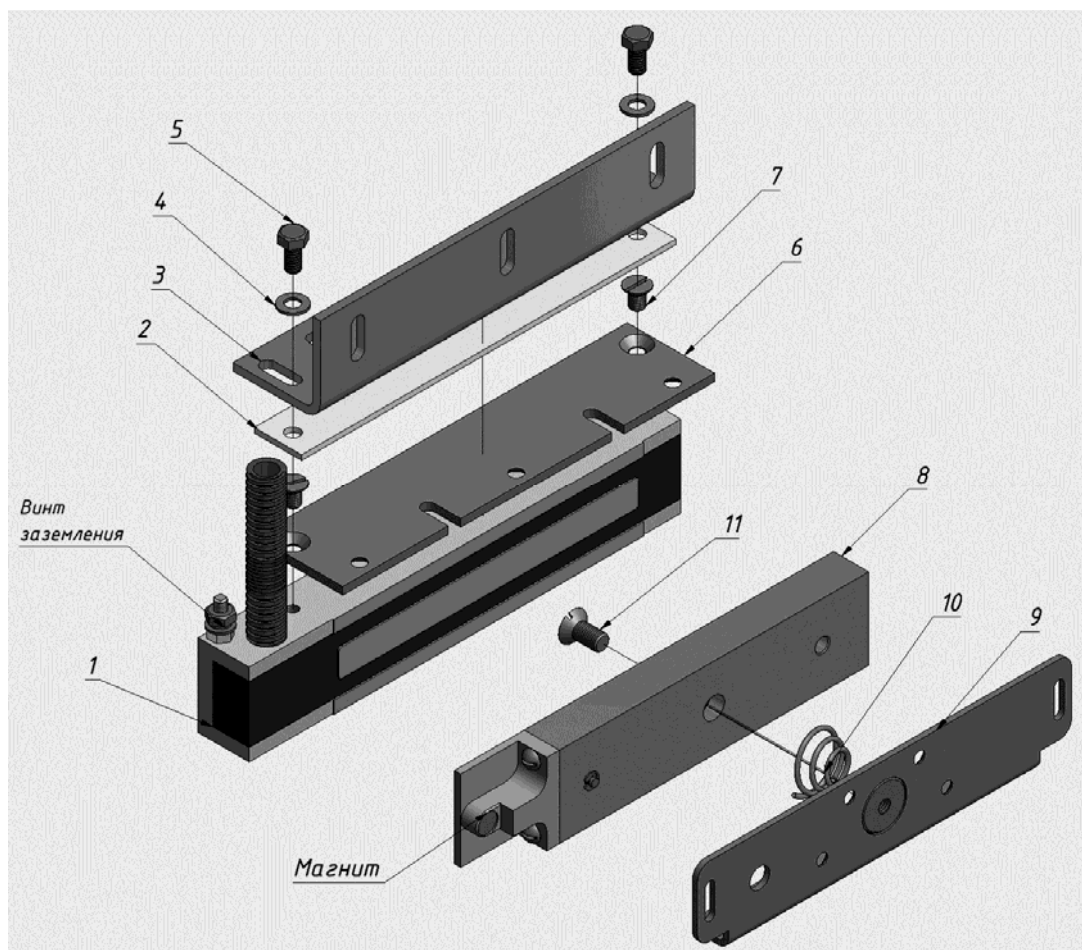
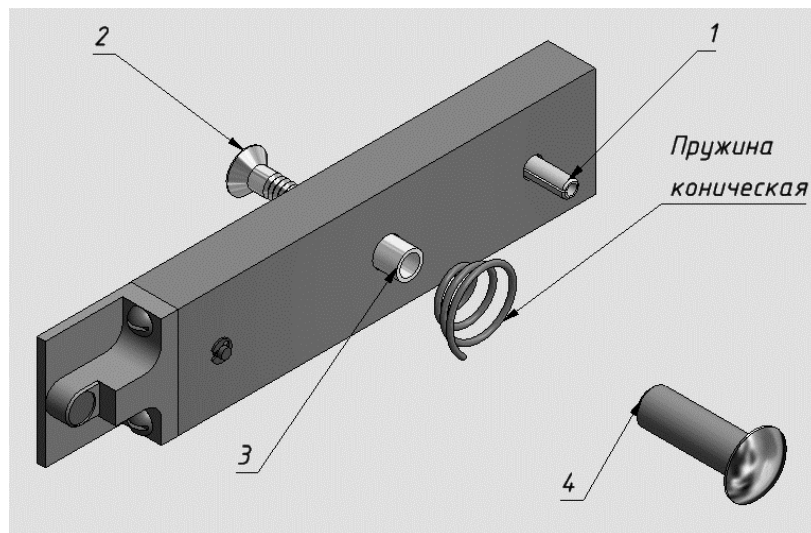

Рис. 1
Рис.2
- корпус (1)	1 шт.
- планка (2)	1 шт.
- угольник (3)	1 шт.
- шайба 5 (4)	2 шт.
- болт М5х10 (5)	2 шт.
- пластина монтажная (6)	1 шт.
- винт М5х8 потайн. (7)	2 шт.
- якорная часть с пластиной крепления (Рис.1):
- якорь (8)	1 шт.
- пластина крепления якоря (9)	1 шт.
- пружина коническая (10)	1 шт.
- винт М6х12 (потайн.) под ключ S4 (11)	1 шт.
- комплект крепления якоря со штифтом (Рис.2):
- штифт (1)	1 шт.
- винт М6х35 (2)	1 шт.
- втулка проходная (3)	1 шт.
- втулка (4)	1 шт.
5.2 Замок состоит из корпусной части и якорной части (Рис.1). Срабатывание замка происходит при механическом контакте рабочих поверхностей корпуса и якоря после подачи напряжения питания. Для обеспечения эксплуатационных характеристик рабочие поверхности корпуса и якоря должны быть совмещены и плотно прилегать друг к другу при закрывании двери.
Корпус замка может крепиться при помощи угольника (3) или через монтажную пластину (6) (Рис.1). Если позволяет конструкция места монтажа, допускается крепление непосредственно через крепежные отверстия в корпусе замка (резьба М5), длина винтов в этом случае определяется по месту, при этом в тело корпуса винты должны входить не более чем на 8мм.
5.3 Для крепления корпуса замка при помощи угольника на полке угольника предусмотрены овальные отверстия, предназначенные для регулировки совмещения рабочих поверхностей. Планка (2) под полкой угольника служит для исключения удара торца якоря о кромку угольника в процессе работы.
- с отверстиями в двери для крепления якоря и установки фиксирующего штифта. (Рис.2)
- без отверстий, с помощью монтажной пластины крепления якоря (9) (Рис.1).